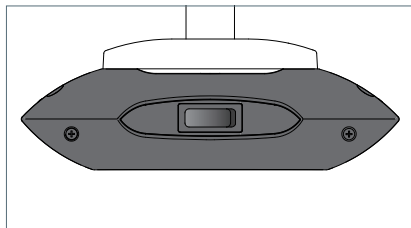

Fig. 15: Bouton.
► Appuyez sur le bouton, voir Fig. 15.
► Appuyer sur le bouton et tenez-le appuyé, voir Fig. 15.